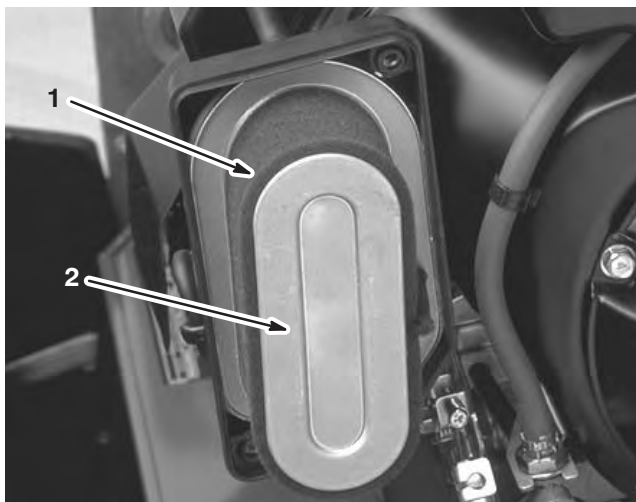

Bild 30
- Wenn das Schaumfilterelement verschmutzt ist, nehmen Sie es vom Papierelement ab (Bild 30) und säubern Sie es gründlich.